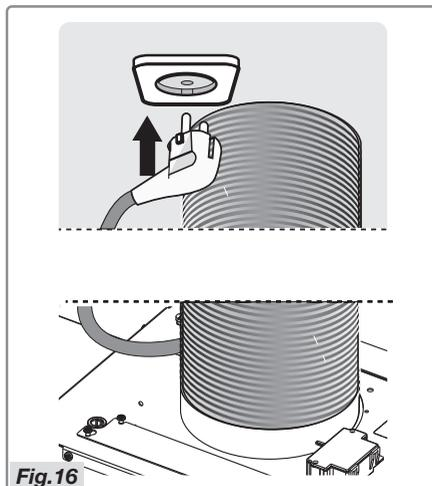

Fig. 16
- Branchez la fiche dans la prise dont vous aurez au préalable coupé le courant (Fig. 16).